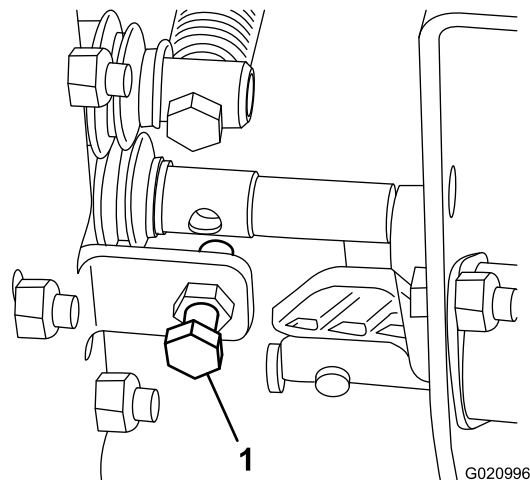

Bild 24
- Wenn die Hubgeschwindigkeit der Maschine zu langsam oder zu schnell ist, stellen Sie die Schraube ein, siehe Bild 24.